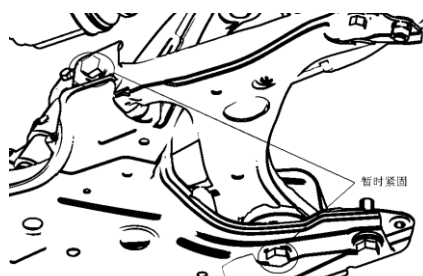

图 5.1-17
- ⑤ 安装
- a. 临时拧紧前悬下摆臂总成。用2个螺栓和螺母，暂时紧固前悬下摆臂总成。不用打力矩，见图 5.1-17所示。
d. 充分紧固前悬下摆臂总成。用2个螺栓紧固下摆臂，如上图5.1-17所示，拧紧力矩218Nm。注意：不要转动螺母。